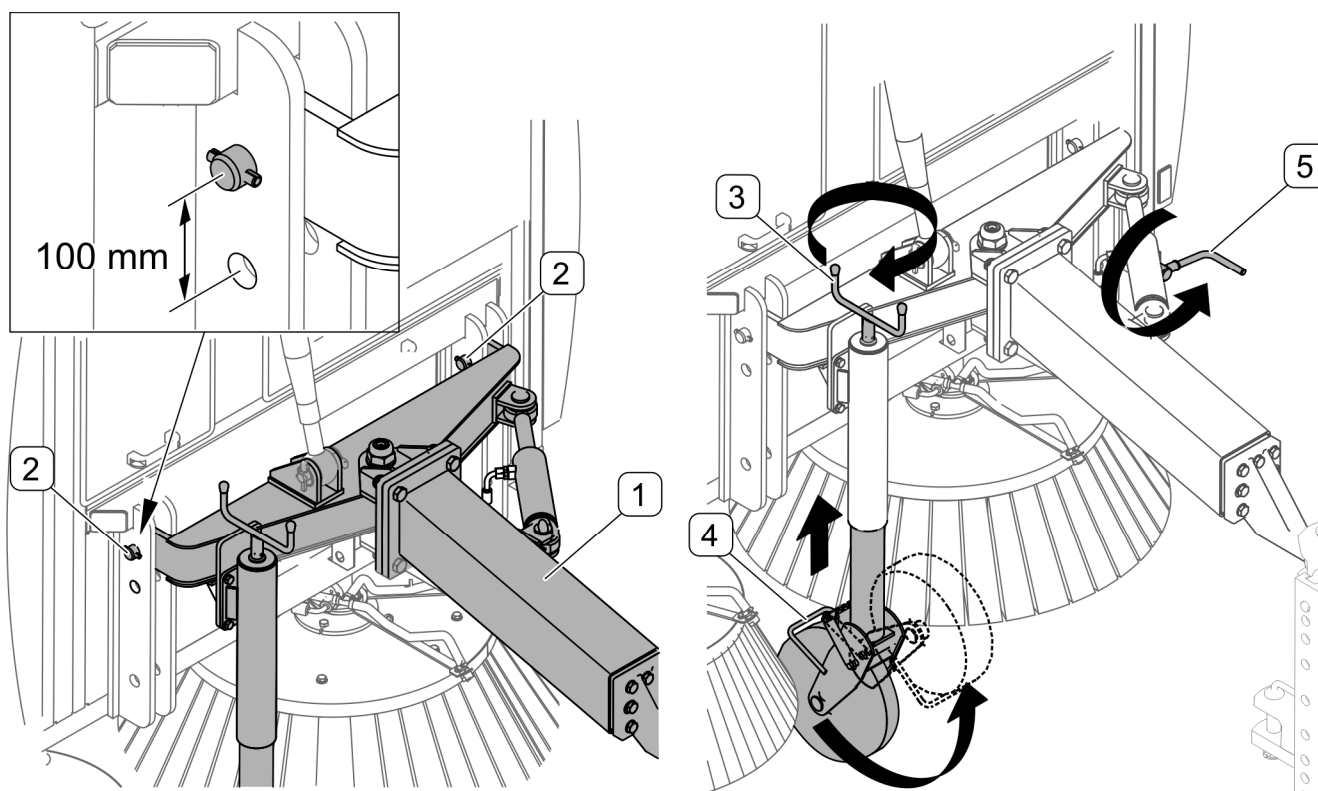

РИСУНОК 4.1 З'єднання зчіпки підмітально-прибиральної машини з трактором
Підмітально-прибиральна машина має регульовану по висоті зчіпку з дишлом. Щоб змінити висоту дишла підмітально-прибиральної машини, необхідно вибрати положення по висоті зчіпки в отворах рами, враховуючи положення зчіпки в тракторі та можливість регулювання її висоти, а також можливість підключення шарнірно-телескопічного вала. Якщо треба, вийняти шкворні (1) і змінити отвір кріплення на нижчий або вищий (РИСУНОК 4.1)